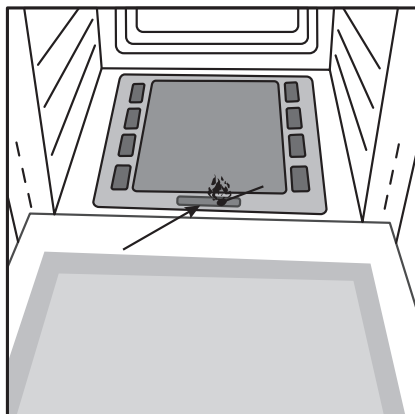

Рис. 15
- слегка нажав на ручку управления температурой духовки (3), поверните ее против часовой стрелки до положения «MAX»;
- нажмите ручку (3) до упора;
- удерживая ручку (3) нажатой поднесите горящую спичку к отверстию горелки духовки (см. рис. 15);